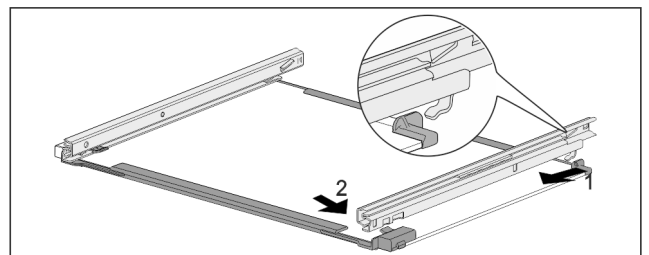

Fig. 83 Glasplaat met rails
- ▶ Rail achter vasthaken. Fig. 83 (1)
- ▶ Rail voor vasthaken. Fig. 83 (2)